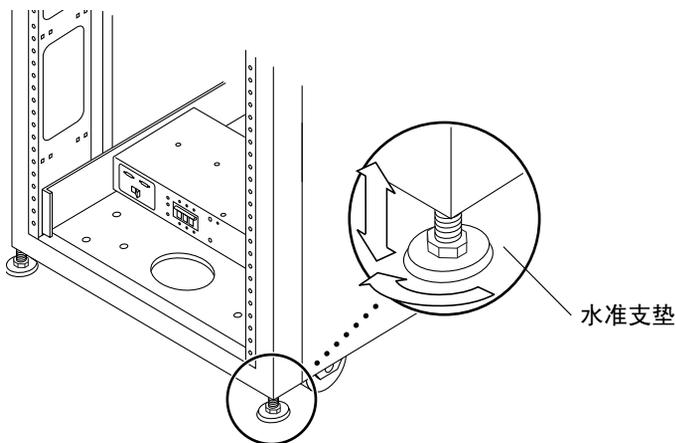

图 2-1 水准支垫
水准支垫（螺丝）位于机柜底座的每个角处（图 2-1）。
3. 使用调平扳手调整机柜框架上的四个水准支垫（图 2-1）。